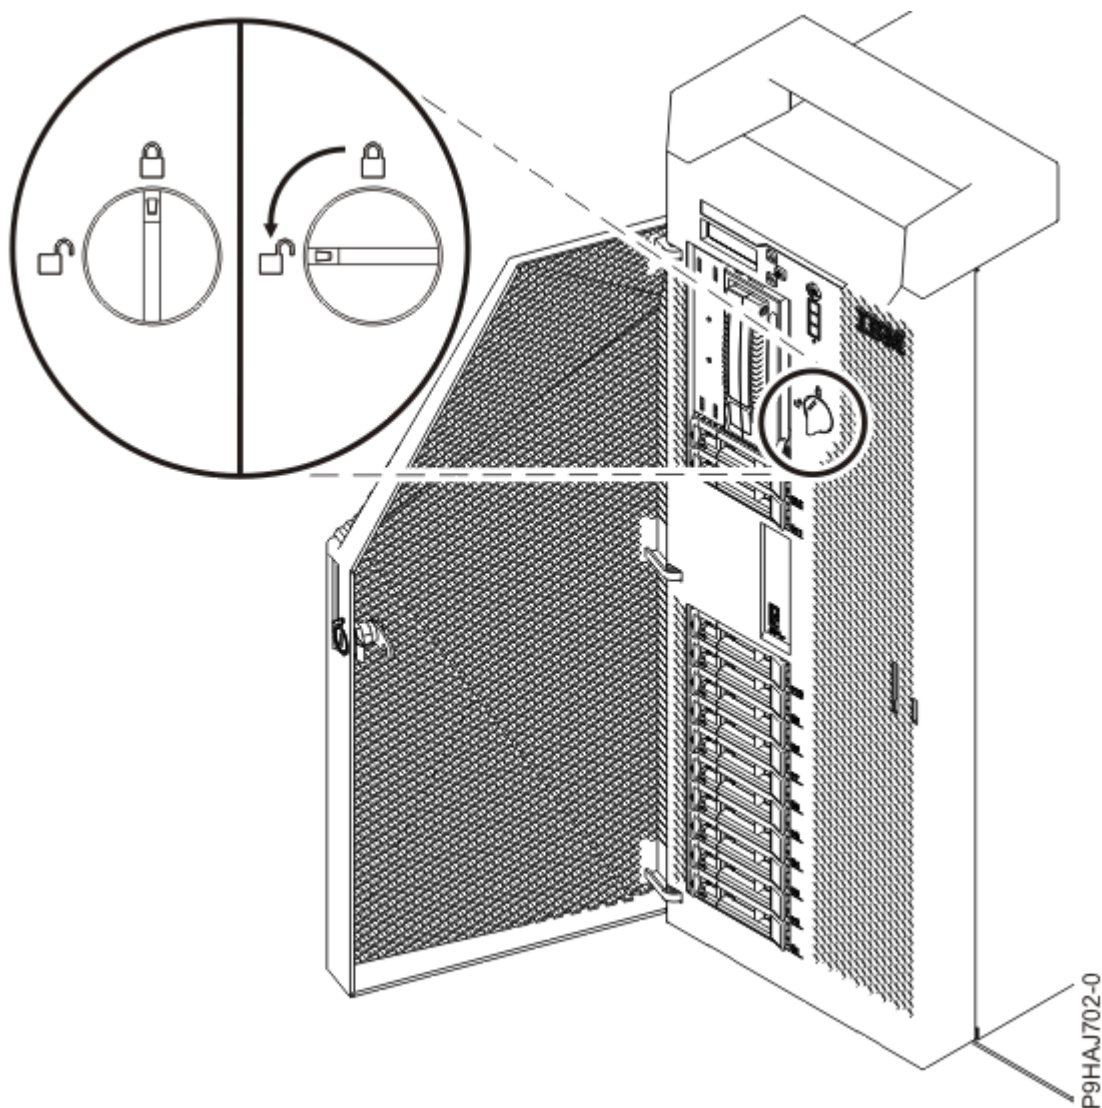

Figura 5. Apertura del pestillo de la cubierta frontal
- c) Gire el pestillo de la cubierta hacia la izquierda (en el sentido contrario a las agujas del reloj) para desbloquear la cubierta, tal como se muestra en la Figura 5 en la página 7. En posición vertical está bloqueada, en posición horizontal está desbloqueada.